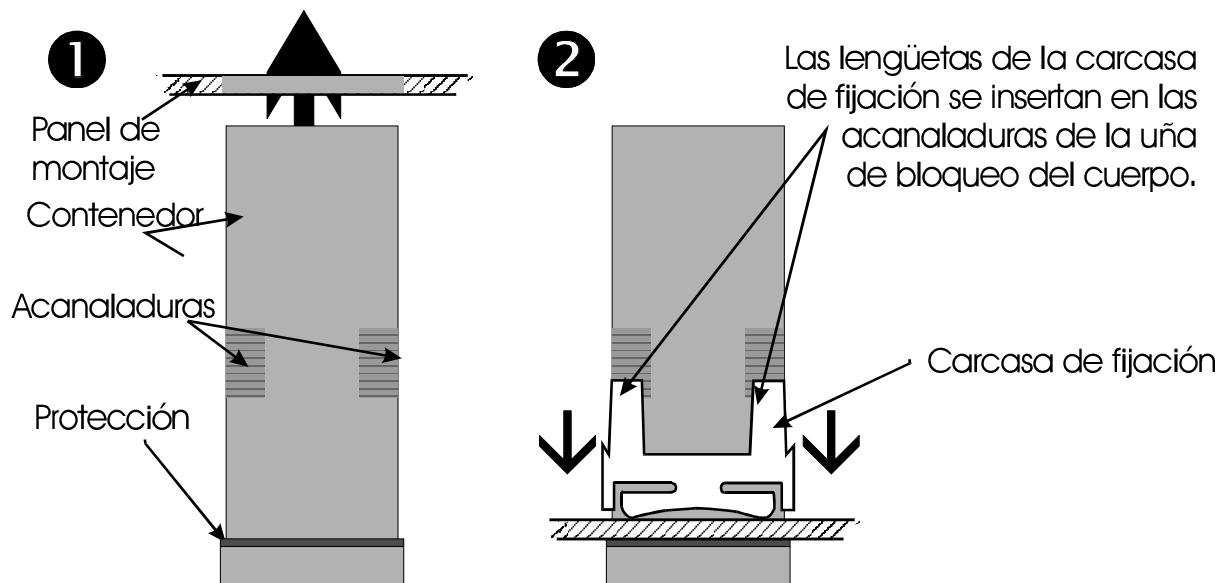

Figura 2-3 Montaje del Controlador en el Panel
3. Deslice hasta su posición la carcasa de fijación (véase Figura 2-3) y empújela hacia delante hasta que entre en contacto con la cara del